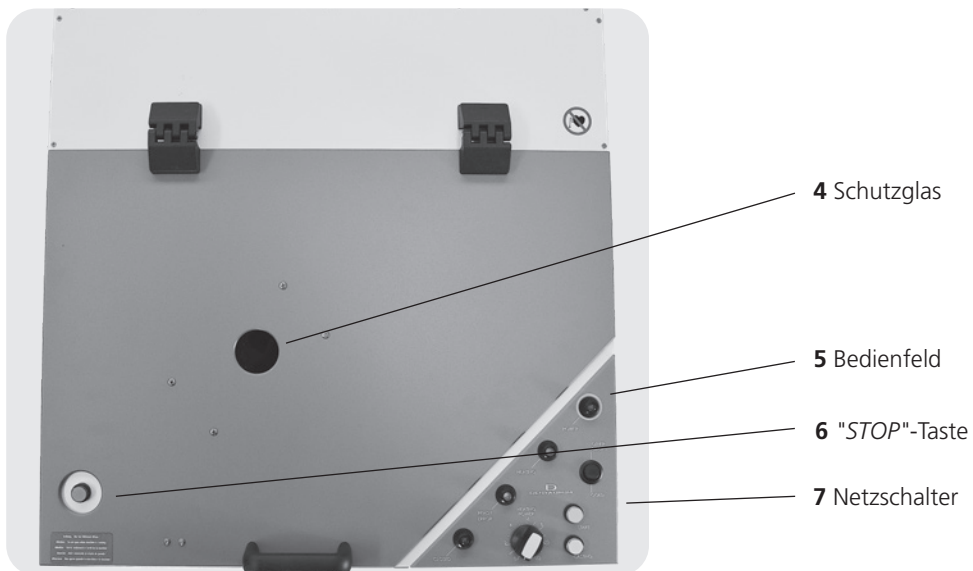

Fig. 2: Ansicht von oben
- Der Schmelzprozess kann mit Schließen des Deckels beginnen und über ein im Deckel integriertes Schutzglas (Fig. 2, Pos. 4) beobachtet werden.